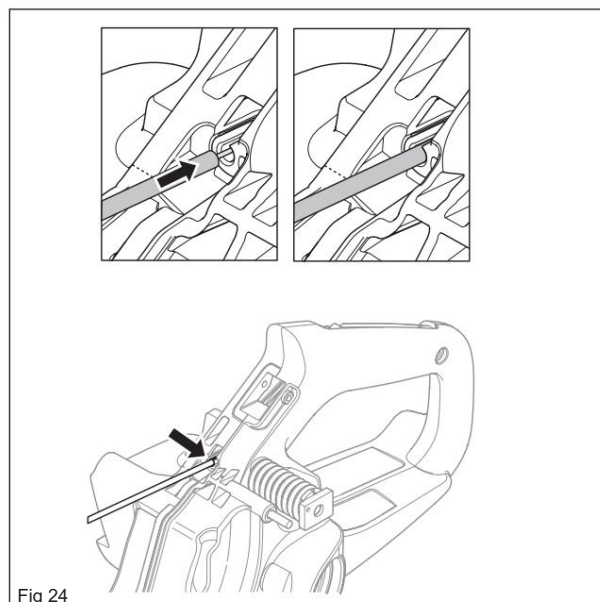

Fig 24
Monter la goupille de commande des gaz (E) à l'aide d'un poinçon. (voir figure 24)